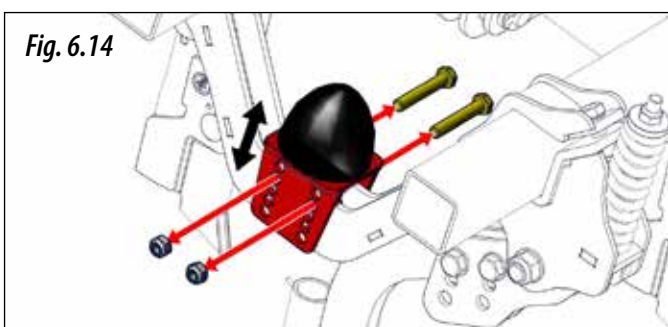

Fig. 6.14
- 2- Scoateți șuruburile și piulițele (Fig. 6.14).
- 2- Puneți opritorul în poziția dorită (Fig 6.14).